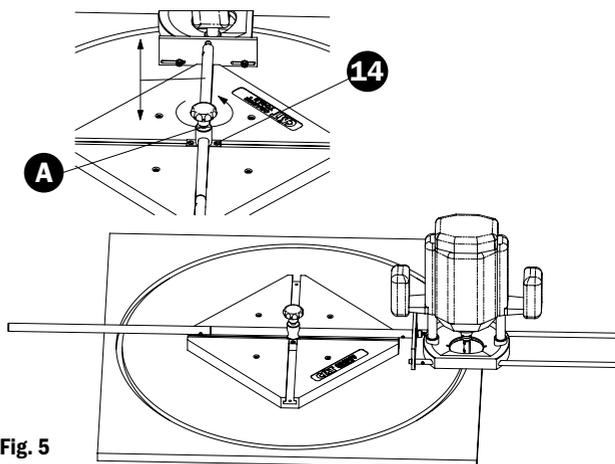

Fig. 5
(Fig. 5) Insérer la coulisse entière (A) à l'intérieur de la rainure de la structure en plastique (1), la déplacer vers le centre de la structure en plastique (1) à l'intersection des rainures et la fixer à la structure (1) avec les vis M4x25 évasées (14).
**(Fig. 5)** Insérer la coulisse entière (A) au centre de la rainure de la structure en plastique (1) et insérer la coulisse entière (B) le long du demi-axe majeur. Desserrer alors le volant a lobes (7) de les coulisses (A) et (B), déterminer la longueur du demi-axe majeur souhaité en déplaçant la rallonge (4) et (5) vers le centre du pivot de la coulisse (A) et serrer le volant a lobes (7) pour le fixer (le volant a lobes (7) de la coulisse (B) n'est pas encore fixé et la rallonge (4) e (5) peut encore coulisser librement à l'intérieur de la coulisse).